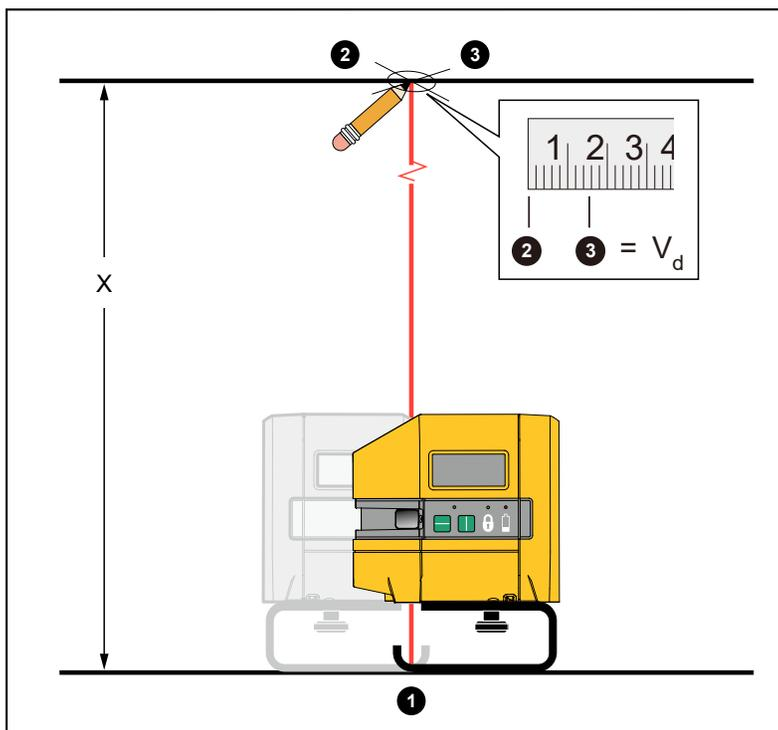

Figure 7. Précision de l'aplomb
3. Centrez le laser descendant sur les deux axes de la croix. Voir la Figure 7.